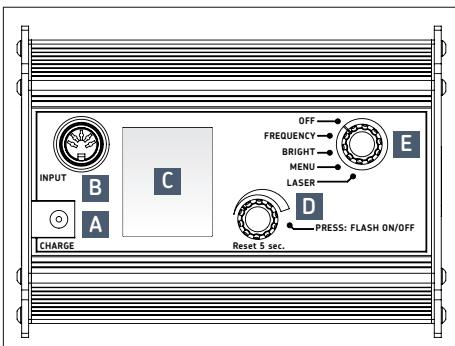

Fig.1 – Stroboscopio SKF TKRS 41
5.1 Prese (→ fig. 1)
1. Caricare il dispositivo: collegare il caricabatterie alla presa CHARGE (A) collocata nella parte posteriore del dispositivo (→ **fig. 1**).
2. Puntare il dispositivo su un elemento in movimento e accenderlo. Ruotare il selettor (E) verso sinistra su "FREQUENCY".